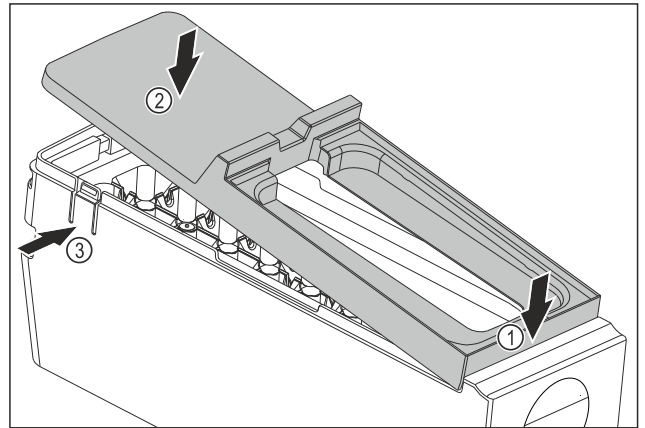

Fig. 94
- ▶ Montirajte poklopac tijela sustava EasyTwist-Ice: Postavite poklopac srijeda Fig. 94 (1)
- ▶ Spustite poklopac straga Fig. 94 (2)
- ▷ Poklopac će se čujno uglaviti u oba jezička Fig. 94 (3).